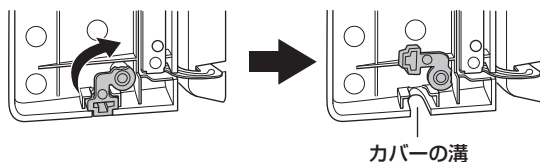
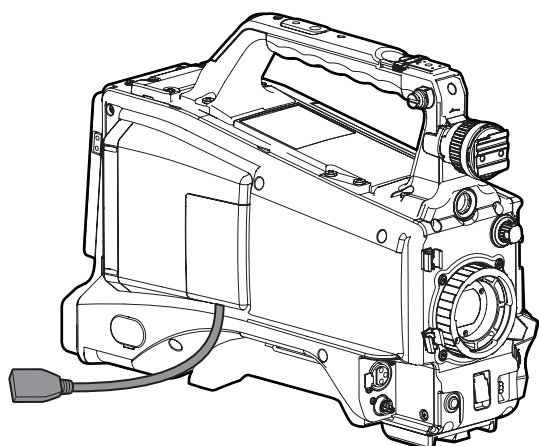

図 3
図 4
- 3 カバーの下部にある部品を矢印の方向に回転し (図 3)、USB 2.0 延長ケーブルがカバーの溝を通るようにして、カバーを閉める。(図 4)